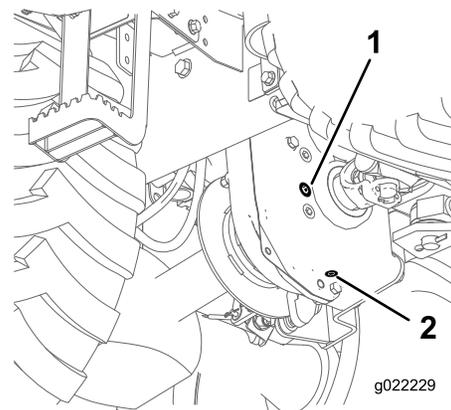

Figura 32
2. Limpie la zona alrededor del tapón de llenado con un disolvente (Figura 32).